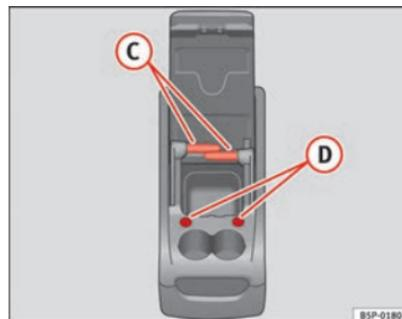

Fig. 112 Portaobjetos móvil. Funciones
Para utilizar la mesa (C) ⇒ fig. 112, se ha de extraer de su alojamiento en el lateral del portaobjetos móvil y colocarla en su alojamiento (D) ⇒ fig. 112